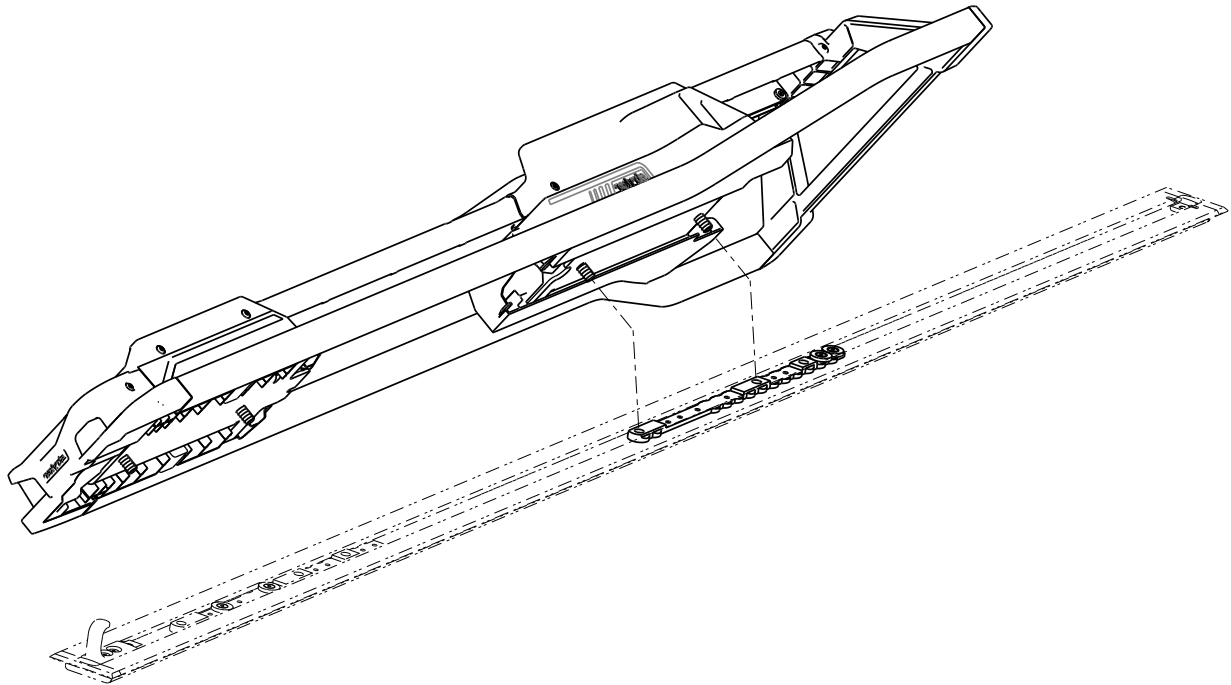

Figure 5 – Alignement du Performance-LOAD
1. Placer le **Performance-LOAD** sur la plaque de plancher. Aligner les deux boulons côté tête sur les deux trous dans le crampon (Figure 5).